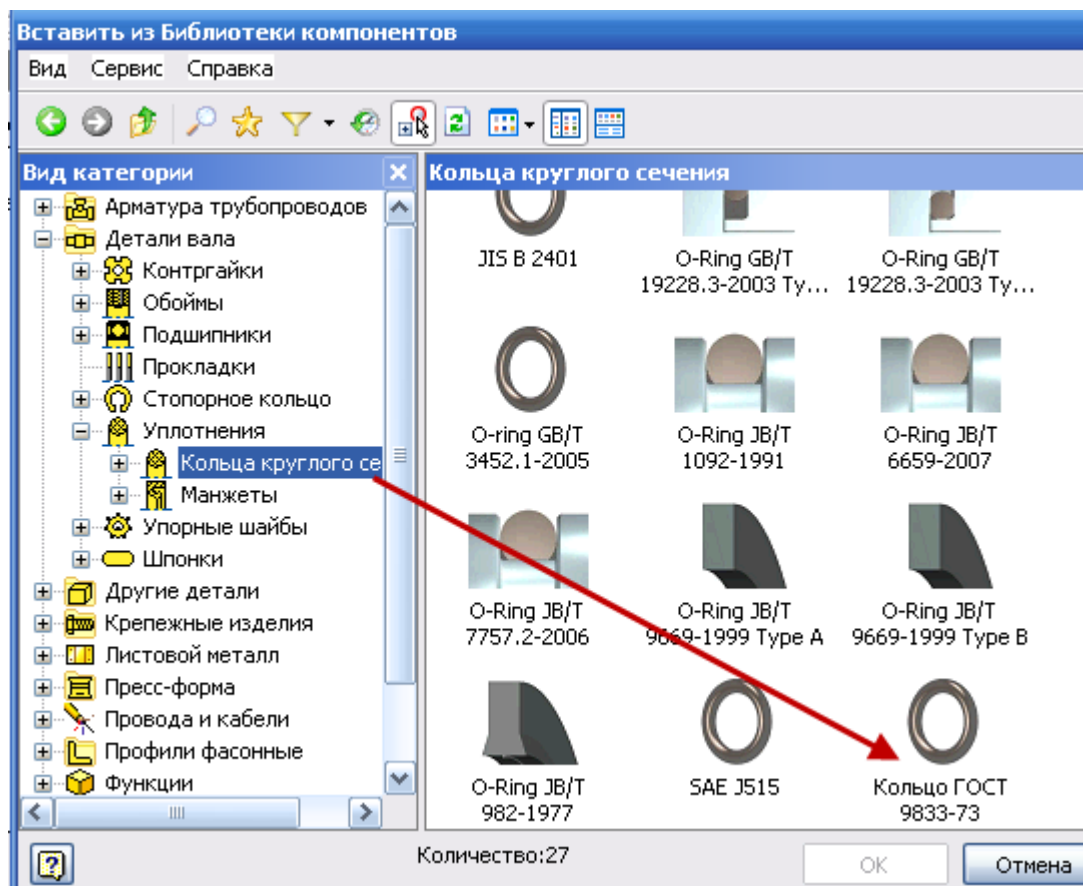

Рис. 3.62. Диалоговое окно *Вставить из библиотеки компонентов*
- В диалоговом окне **Вставить из библиотеки компонентов** откройте вкладку **Детали вала** → **Уплотнения** → **Кольца круглого сечения**. Из предлагаемого списка выберите **Кольцо ГОСТ 9833-73**, рис. 3.62.